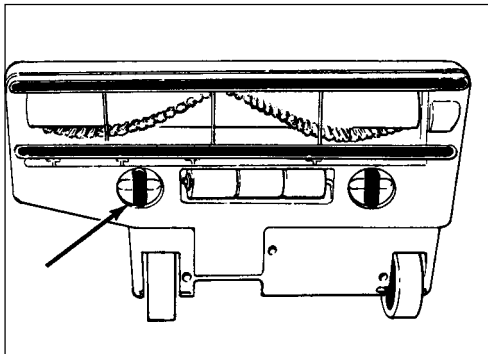

Figure 19
2. Turn the knobs which secure the nozzle plate. See figure 19.
2. Tournez d'un quart de tour les boutonniers de fixation de la plaque de la buse d'aspiration. Voir figure 19.